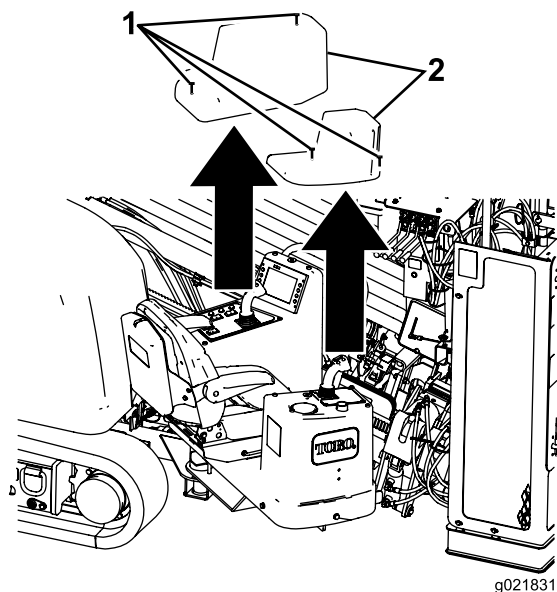

Рисунок 69
3. Ослабьте 4 винта крепления крышек пультов оператора и снимите крышки (Рисунок 69)